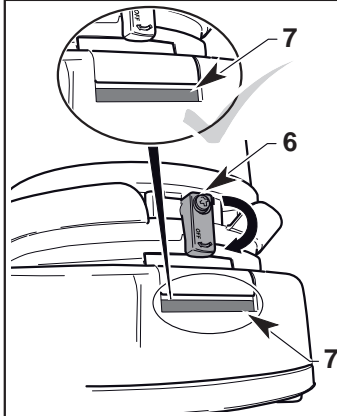

Fig. 13
- Tryk batteri (14 Fig. 13) ned, indtil du hører "KLIK" kobling.
- Sørg for, at armen (6 Fig. 13) vender nedad og at slidsten (7 Fig. 13) vises i grønt med angivelse den korrekte kobling.